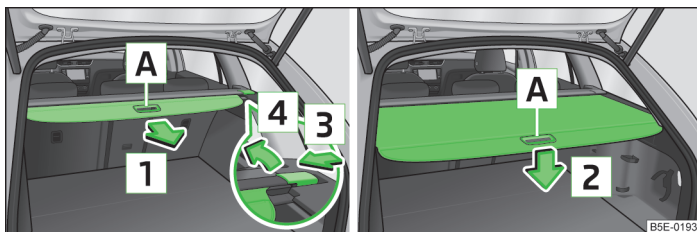

Fig. 89 Trageți afară și scoateți masca rulată a portbagajului / rulați masca rulată a portbagajului
► Prindeți capacul de mâner **A** » fig. 89 și trageți-l în sensul săgeții **1** până la limită, până când se fixează cu un declic.
► Apăsăți capacul în zona mânerului **A** » fig. 89 în sensul săgeții **2**.
► Apăsăți pe partea barei transversale în sensul săgeții **3** » fig. 89 și extrageți capacul cu o mișcare efectuată în sensul săgeții **4**.